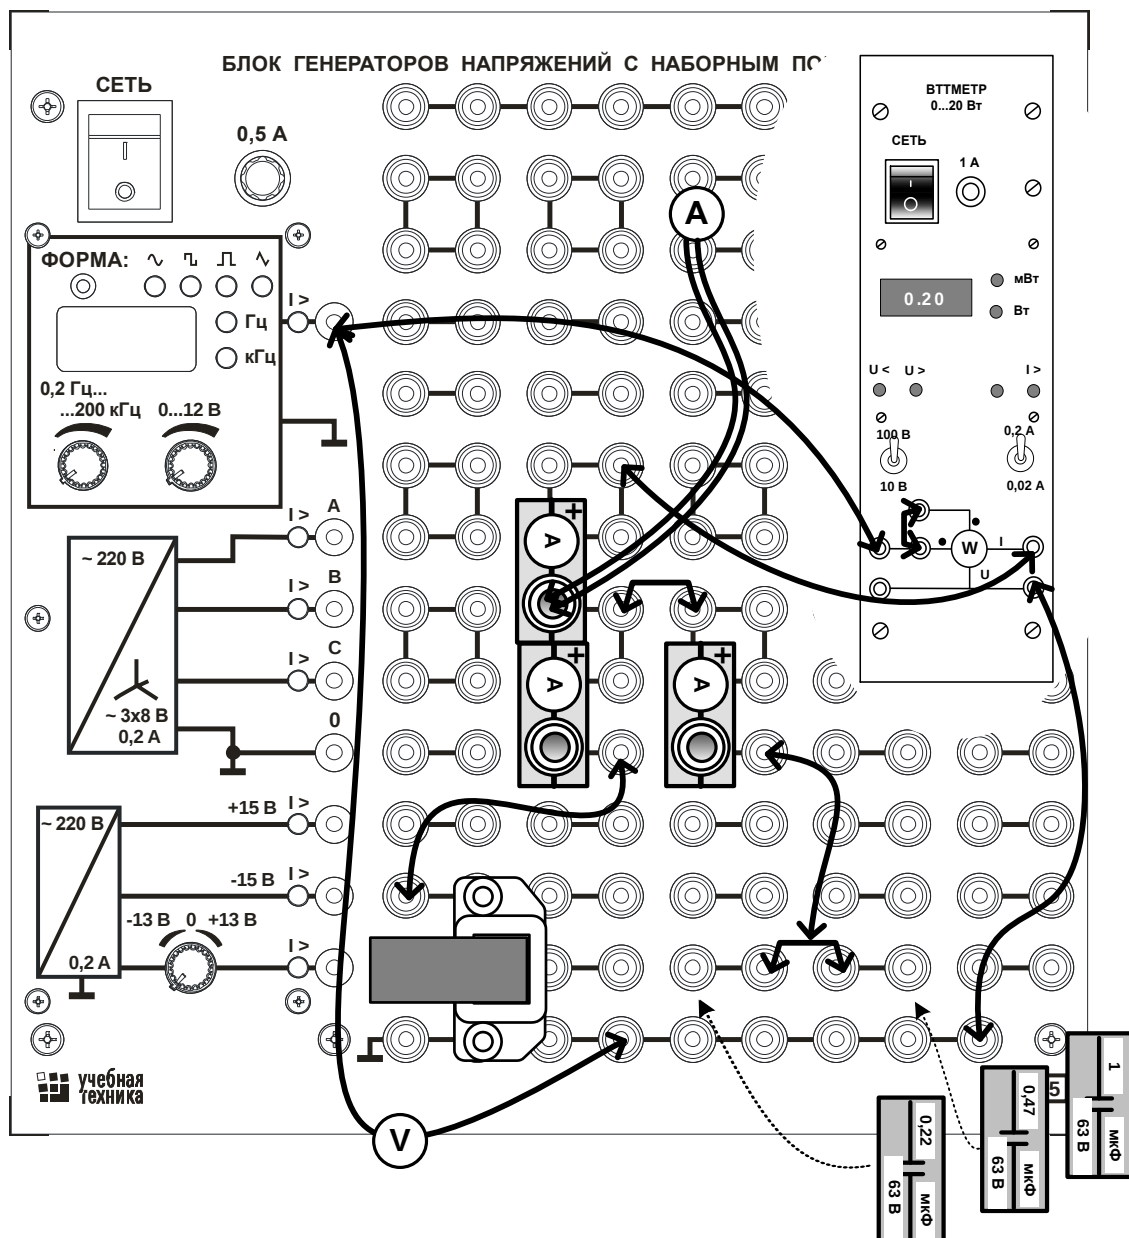

Рис.3.7. Монтажная схема.
- Устанавливайте параллельно индуктивности поочерёдно различные конденсаторы как показано на рис. 3.7, измеряйте и записывайте в табл. 3.2 значения токов в трёх ветвях цепи.